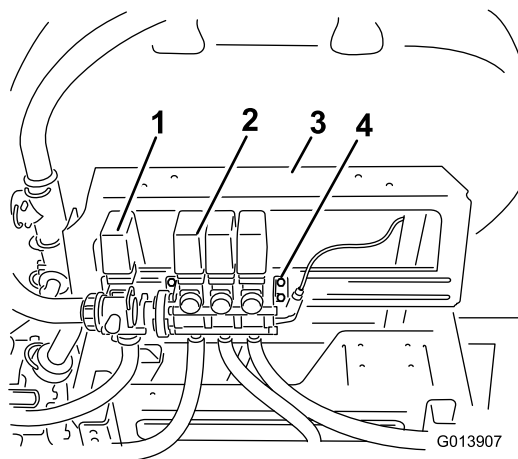

Figura 3
1. Allentate, senza rimuoverli, i bulloni che fissano il gruppo valvola della barra alla staffa di montaggio (Figura 3).